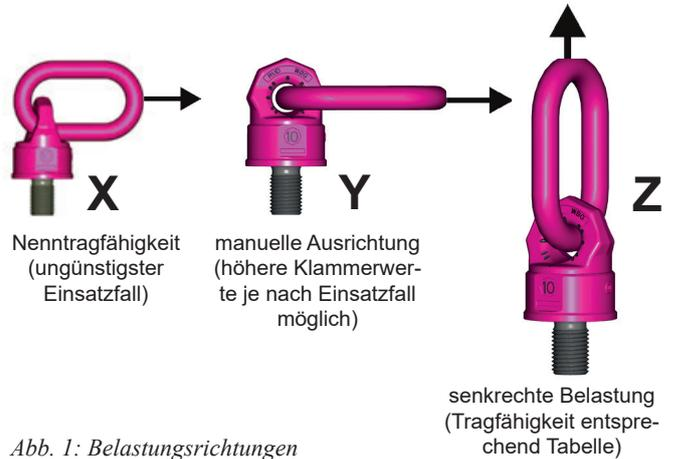

Abb. 1: Belastungsrichtungen
- Die VWBG sind zum Drehen und Wenden von Lasten geeignet. Dabei können sämtliche Positionen des Aufhängegliedes entstehen. Auf dem Bauteil ist die Nenntragfähigkeit für den ungünstigsten möglichen Einsatzfall angegeben (siehe Abb. 1 - Bild X). Bei manuell ausgerichteter Aufhängeöse (siehe Abb. 1 - Bild Y) können die höheren (-)Werte in Tabelle 3 angesetzt werden.
- Wird der VWBG ausschließlich senkrecht belastet (in Axial-Richtung des Gewindes, siehe Abb. 1 - Bild Z), können die entsprechenden Tragfähigkeitswerte aus Tabelle 3 (Neigungswinkel 0°) angesetzt werden.